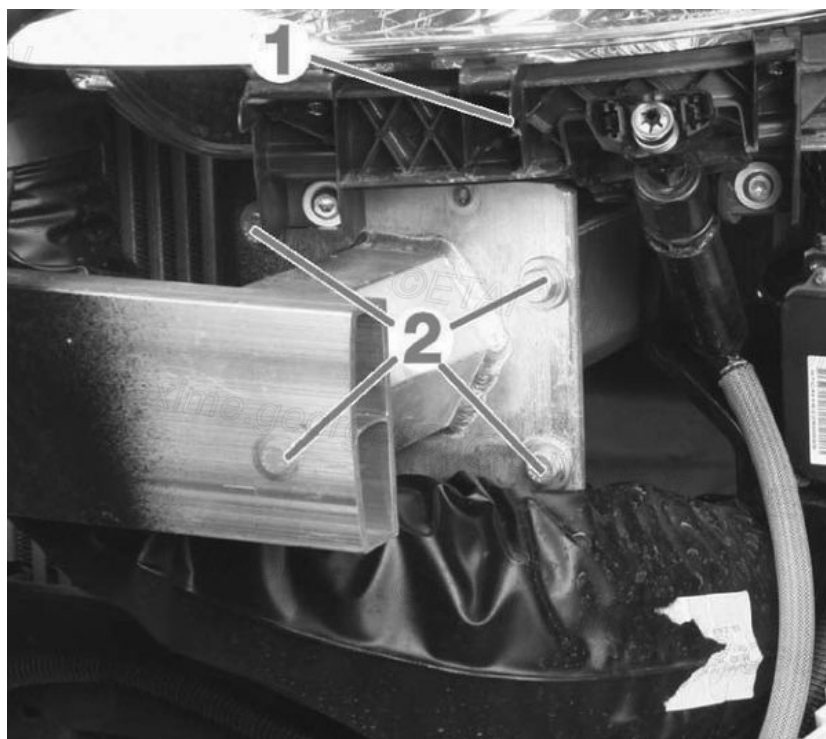

Fig. 8
- le support de lave-projecteur (1) (suivant équipement) **(Fig.8)**